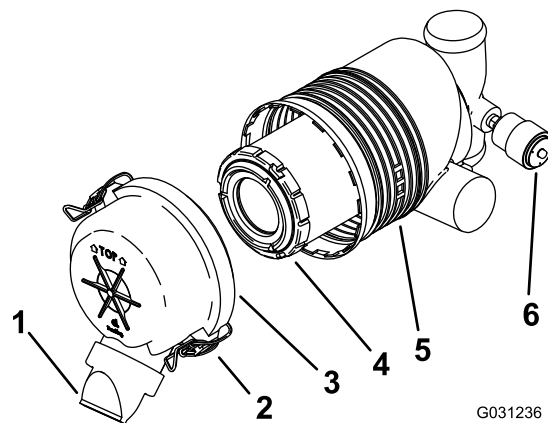

Figura 41
**Importante:** Sostituite il filtro dell'aria solo quando la spia di servizio è rossa (**Figura 41**). Sostituendo il filtro dell'aria prima del necessario si aumenta il rischio che la morchia entri nel motore quando si toglie il filtro.
5. Rilasciate i dispositivi di fermo del filtro dell'aria e togliete il coperchio dal corpo del filtro (**Figura 41**).
- Se l'indicatore di servizio è pulito, montate la copertura del filtro dell'aria con il coperchietto antipolvere orientato verso il basso e fissate i fermi (**Figura 41**).
1. Estraiete con cautela il filtro dal corpo del filtro dell'aria (**Figura 41**).
3. Montate il filtro con attenzione (**Figura 41**).
- Montate la copertura del filtro dell'aria con il coperchietto antipolvere orientato verso il basso e fissate i fermi (Figura 41).